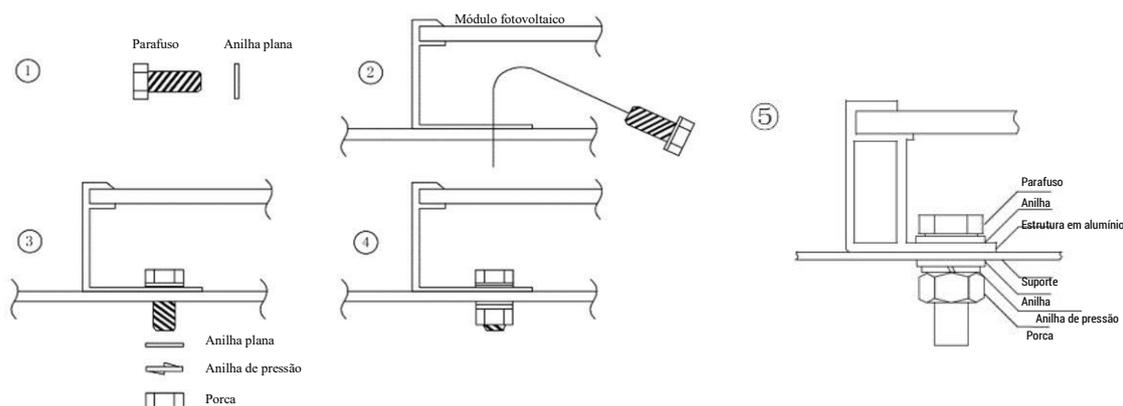

Figura 4
- O método e as especificações dos fixadores são indicados na **Figura 4** abaixo: